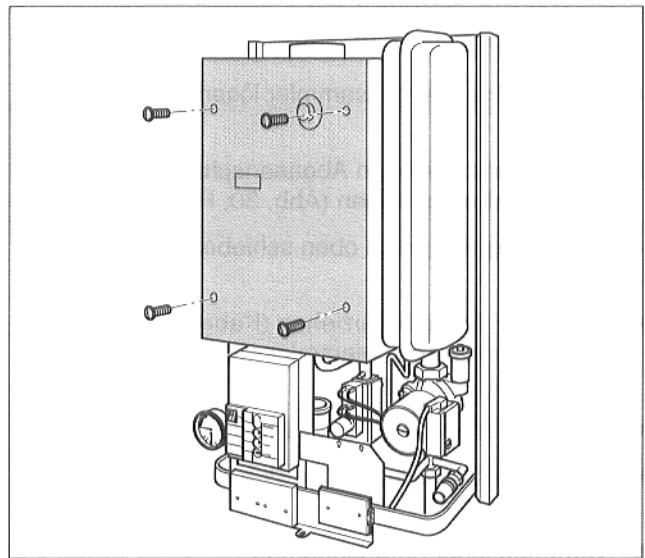

Abb. 31 Untere Brennerabdeckung abnehmen
- Brennerabdeckung abnehmen (Abb. 31).